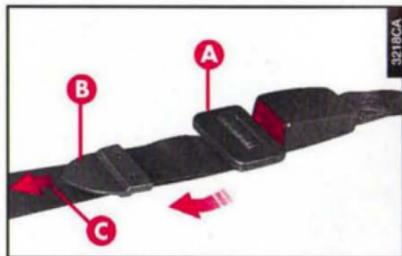

fig. 30
La voiture est munie de ceinture centrale arrière de type abdominal (fig. 30): régler la longueur de la ceinture en faisant coulisser la sangle dans la boucle (A) et en tirant, dans les directions indiquées par les flèches, le bout (B) pour la serrer et le tronçon (C) pour la desserrer.